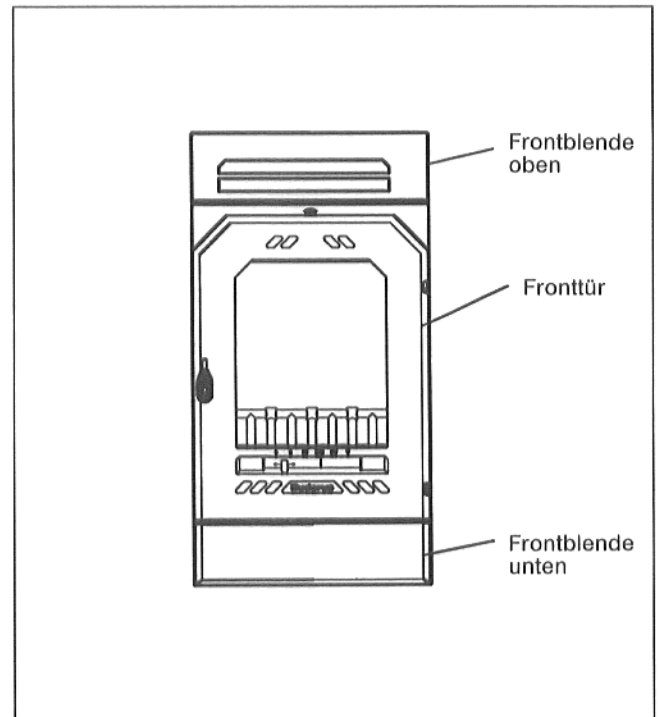

Abb. 1
Der Satz besteht aus zwei Einzelblenden, die oberhalb und unterhalb der Fronttür eingebaut werden (s. Abb. 1). Der Einbau sollte vor dem Einbringen des Kamineinsatzes in die Heizkammer erfolgen oder den Kamineinsatz so in die Heizkammer einbringen, daß der Mauerhals aus der Heizkammer ragt. Nach Anbringen der Blenden den Kamineinsatz bis zum Anschlag der Frontplatte einschieben.
- Mit den 2 Skt-Schrauben 1 und Skt-Muttern ebenfalls die Blende am Gußkörper befestigen und bündig zum Türrahmen ausrichten (s. Abb. 1).